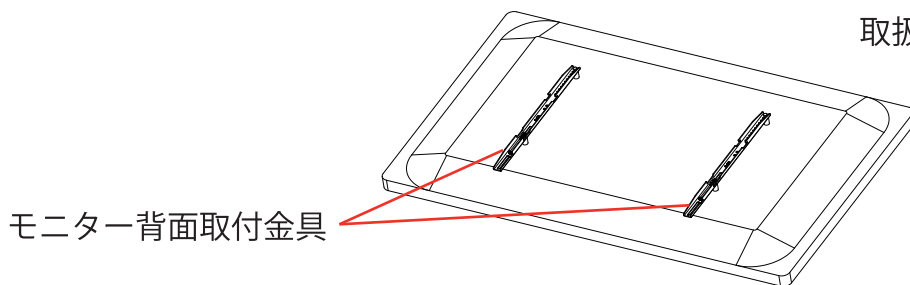

図6
Step 6: ディスプレイの背面にモニター背面取付金具を取り付けます。(図6)